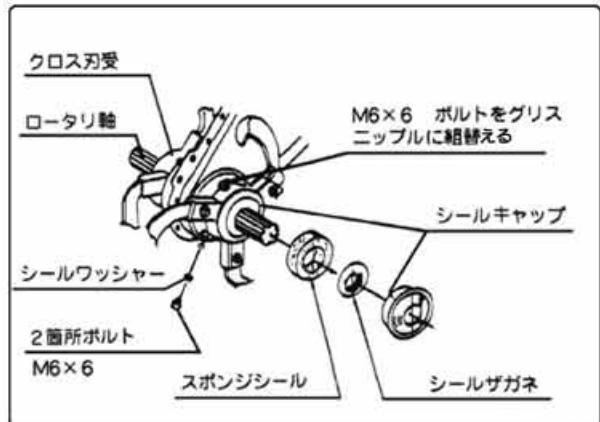

図42
- ②クロス刃受のフランジ部2ヶ所のボルト（M6×6ℓ）を外し、1ヶ所にグリスニップル（付属部分）を取り付けてください。（図42）
- ③グリスピンプでグリス（シャーシグリスは、やわらかい物）を給油してください。
- ④グリスニップルを取り外し、ボルト（M6×6ℓ）左右各2本のボルトを締付けてください。（図42）